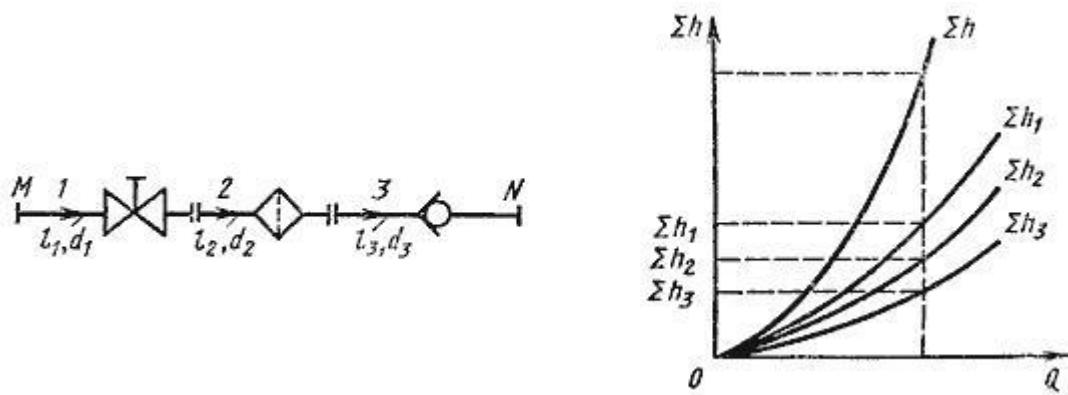

Рис. 3. Последовательное соединение трубопроводов
**Последовательное соединение.** Возьмем несколько труб различной длины, разного диаметра и содержащих разные местные сопротивления, и соединим их последовательно (рис. 3, а).
Эти уравнения определяют правила построения характеристик последовательного соединения труб (рис. 3, б). Если известны характеристики каждого трубопровода, то по ним можно построить характеристику всего последовательного соединения  $M-N$ . Для этого нужно сложить ординаты всех трех кривых.